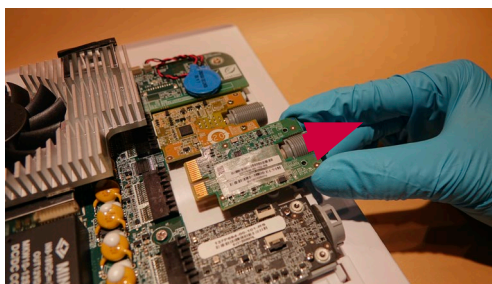

Figura 17 Scoateți placa VDI.
a) Trageți placa VDI pentru a se decupla de la conectorul plăcii principale (Figura 17)